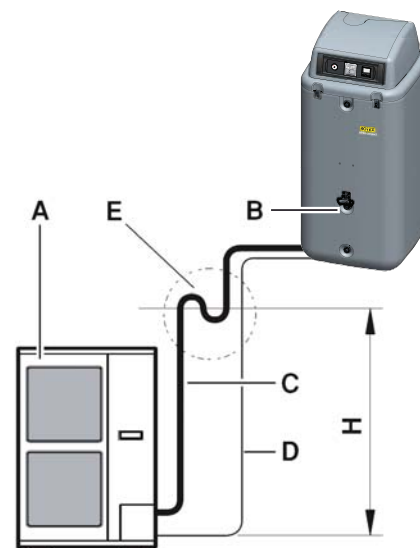

Figura 2-28 Curva di rialzo del gasolio tubo del refrigerante
- Ogni 10 m di differenza di altezza va installata una curva di rialzo per il gasolio (figura 2-28, H = distanza da una curva all'altra).